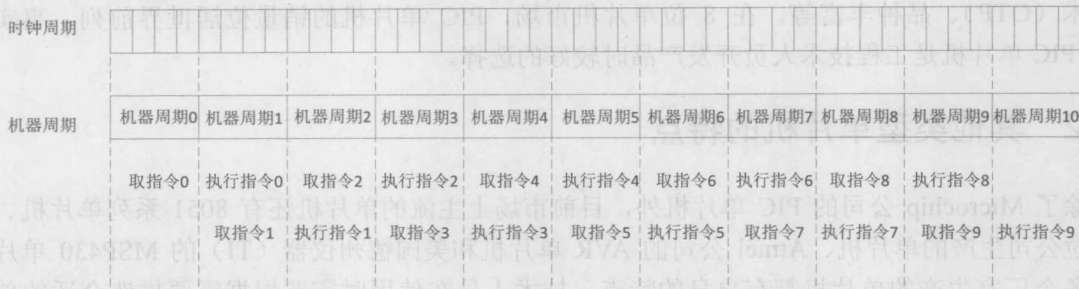

图 1-1 PIC 单片机运行时序示意图
(1) 哈佛总线结构。所谓的哈佛总线结构, 就是程序存储器和数据存储器在物理上是分开的, 单片机拥有独立的程序存储器和数据存储器, 这两个存储器通过各自的总线挂在 CPU 上。在该体系结构中, 除了第一个指令周期外, 取指令和执行指令是同时进行的, 这样, 大大提高了运行速度。对于 PIC16F877A 单片机, 4 个时钟周期构成 1 个机器周期, 如采用 20 兆的晶振, 那么 1 个时钟周期的时间为 0.05 微秒, 1 个机器周期的时间为 0.2 微秒。从宏观上看, 除了个别的跳转指令, 如 GOTO、CALL 为双机器周期外, 大部分的 PIC 单片机指令周期为 1 个机器周期, 也就是为 0.2 微秒。但是, 从微观上看, 单条指令还是分为取指令和执行指令两个阶段, 这两个阶段的执行时间各占用 1 个机器周期, 所以单条指令的运行实际还是需要占用 2 个机器周期。如图 1-1 所示, 单片机共运行了 11 个机器周期, 执行了 10 条指令, 所以从宏观上讲, 每条指令的运行时间为 11 除以 10, 约为 1 个机器周期。从微观上看, 每条指令取指令和执行指令各占 1 个机器周期。